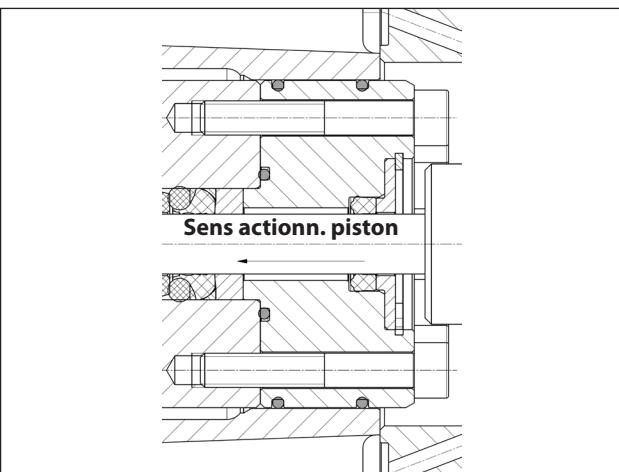
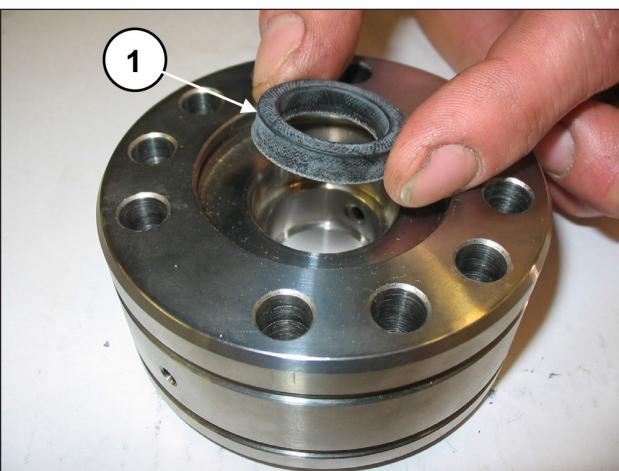

Fig. 125
Fig. 126
Introduire le joint L.P. dans la chemise avec la lèvre d'étanchéité dans le sens d'actionnement du piston (rep. ①, Fig. 125 et Fig. 126) et lubrifier légèrement le diamètre extérieur avec de la graisse à base de silicone type OKS 1110. Remplacer le joint L.P. s'il s'avère usé.